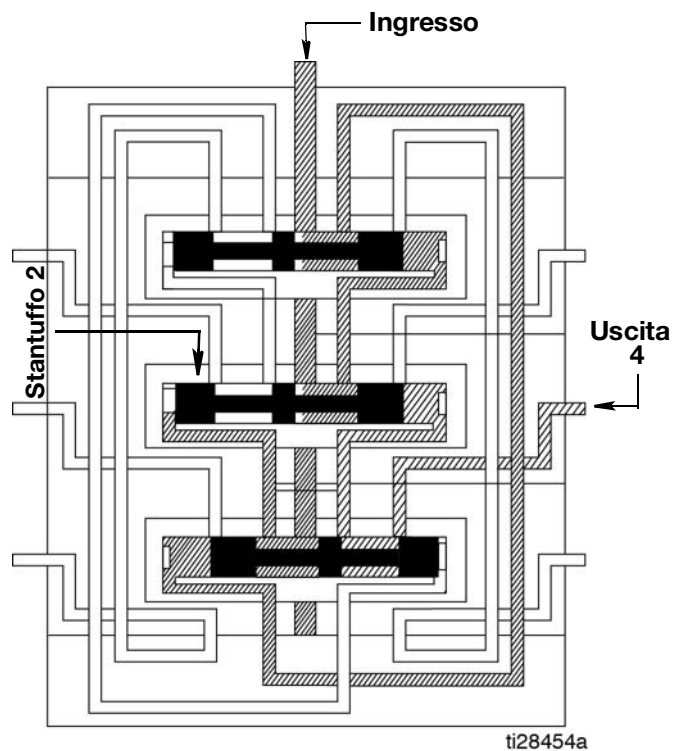

FIG. 11
2. Lo stantuffo 2 apre, erogando il lubrificante all'uscita 4 (FIG. 11).